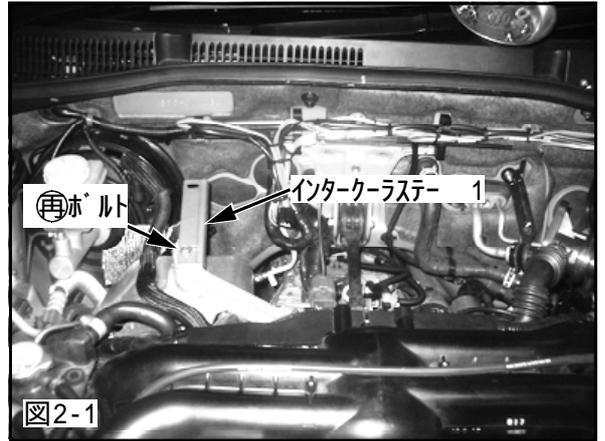

図2-1
- (1) インタークーラステー 1 をボディに仮付けしてください。(図2-1)